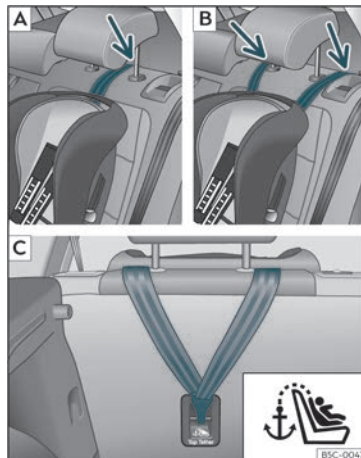
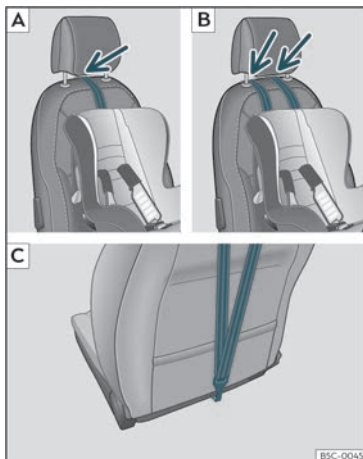

Fig. 29 Sedili posteriori: regolazione e montaggio in base alla cintura Top Tether.
Fig. 30 Sedile del passeggero anteriore: regolazione e montaggio in base alla cintura Top Tether.
- Posizionare la cinghia sotto il poggiatesta >>> **fig. 29** [A] o [B], >>> **fig. 30** [A] o [B] (in base
- Far scorrere la cinghia e fissarla correttamente al punto di aggancio della parte posteriore dello schienale >>> **fig. 29** [C], >>> **fig. 30** [C].